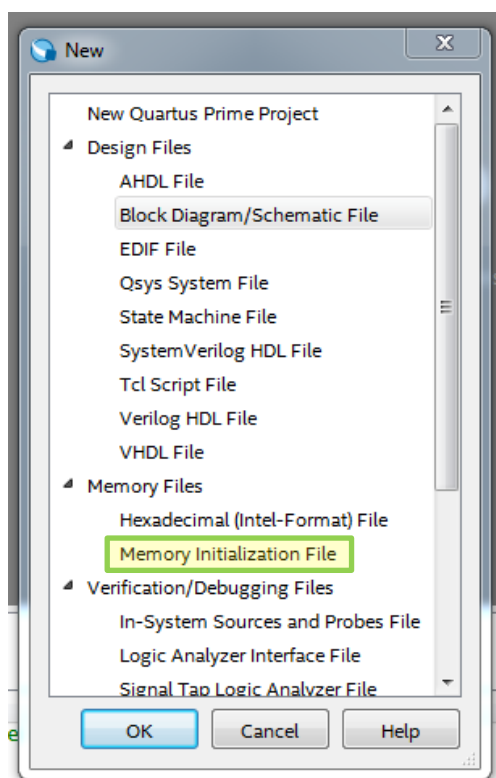

Рис. 5 Окно выбора типа создаваемого проектного файла (design file)
3.1. Выполните «**File => New**», откроется окошко «**New**» (рис.5) с выбором типов создаваемых файлов.